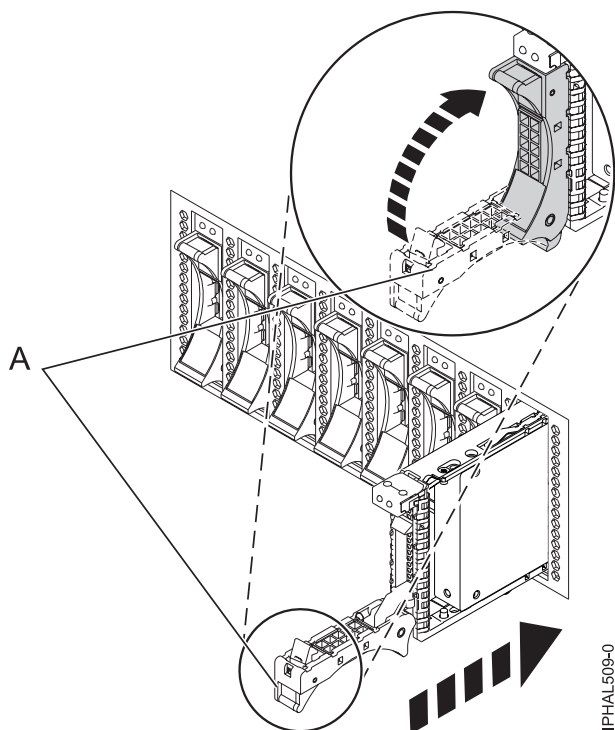

Figure 6. Installation de l'unité dans l'unité centrale
7. Lorsque le voyant d'identification clignote, faites glisser complètement l'unité dans l'unité centrale ou l'unité d'extension, et poussez complètement la poignée (**A**) de l'unité jusqu'à ce qu'elle se verrouille. Voir la figure 6, à la page 14 illustrant l'installation d'une unité dans le système.